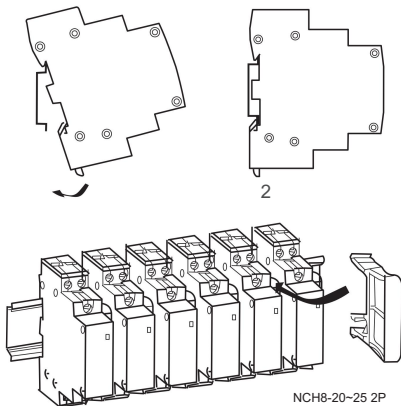

Figura 3 Diagrama de instalación del NCH8
2) Método de instalación: utilice un riel de montaje de acero TH35-7.5, consulte la Figura 3 abajo.